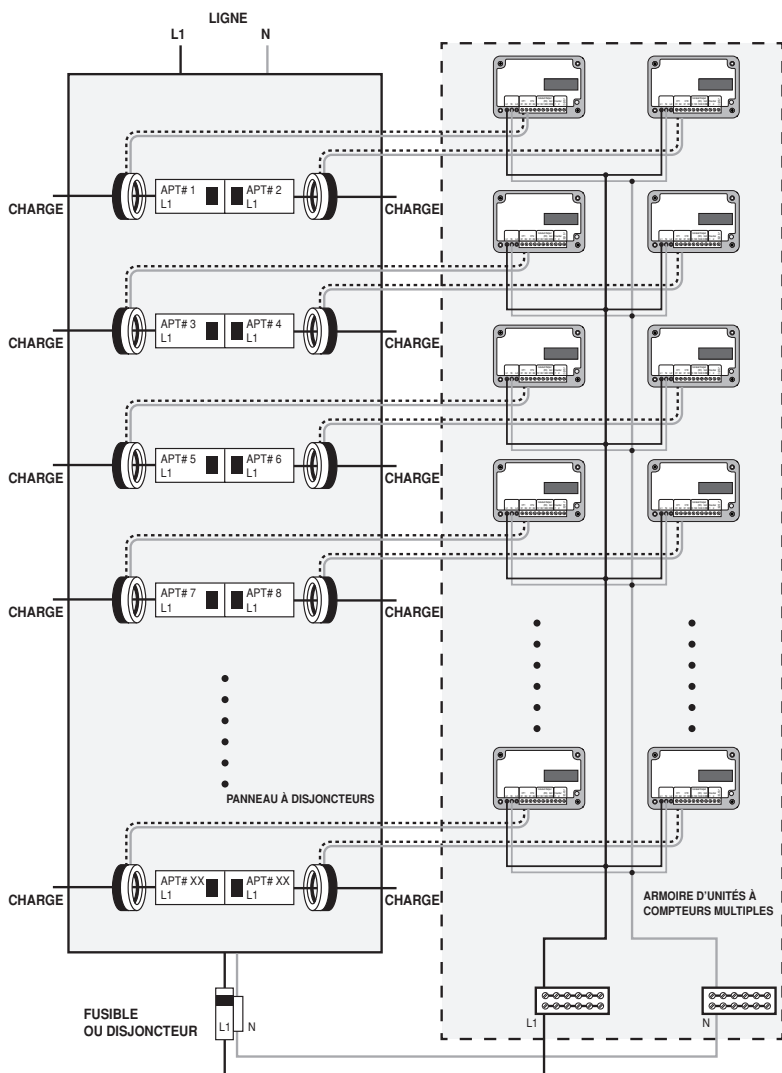
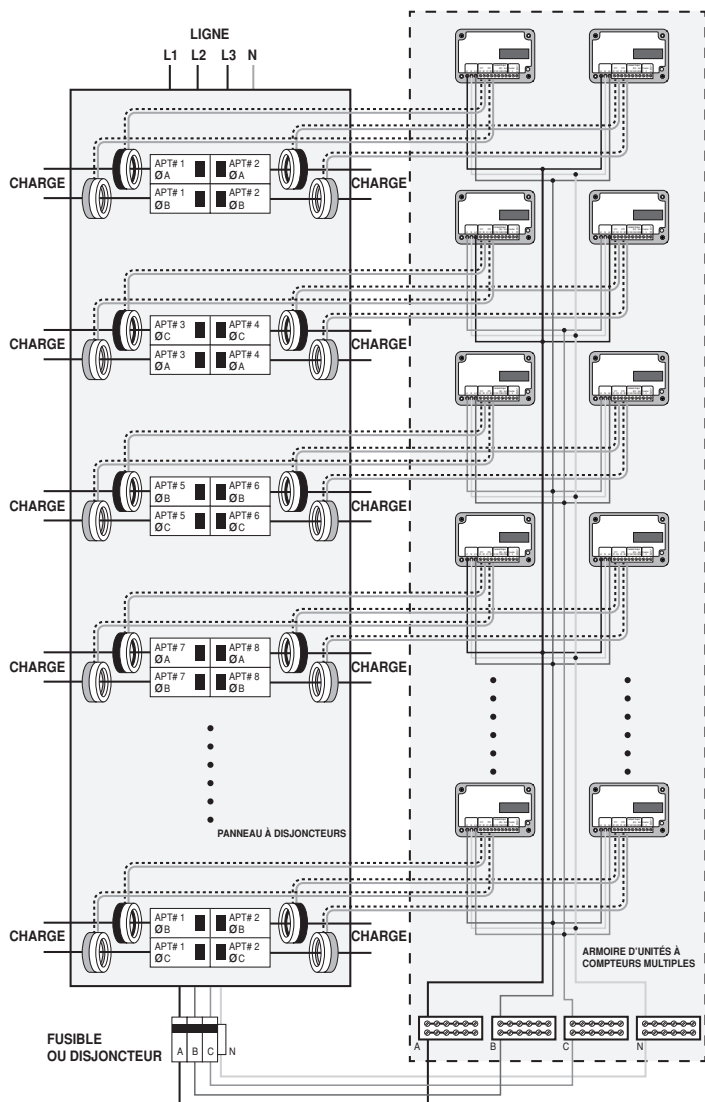

Figure 10: Installations monophasées bifilaires
Figure 12: Installations triphasées quadrifilaires
2. Raccorder des fils de ligne et de neutre à isolant pouvant résister à une tension de 300 V au moins aux endroits appropriés dans le panneau de branchement, conformément aux codes de l'électricité locaux et nationaux; voir la figure 10 pour les installations monophasées bifilaires, la figure 11 pour les installations mono ou diphasées trifilaires, ou la figure 12 pour les installations triphasées quadrifilaires.
2. Raccorder des fils de ligne et de neutre de calibre minimal de 18 AWG à isolant pouvant résister à une tension de 300 V au moins aux endroits appropriés dans le panneau de branchement, conformément aux codes de l'électricité locaux et nationaux; voir la figure 10 pour les installations monophasées bifilaires, la figure 11 pour les installations mono ou diphasées trifilaires, ou la figure 12 pour les installations triphasées quadrifilaires.
- En présence d'un panneau triphasé quadrifilaire, se reporter à la figure 12 et suivre les plans fournis par l'usine pour connaître l'emplacement des TC.
Si on n'oriente pas les TC de la bonne façon, on obtiendra des lectures erronées. Les figures 10 à 12 montrent des schémas de câblage en diverses configurations de tension.